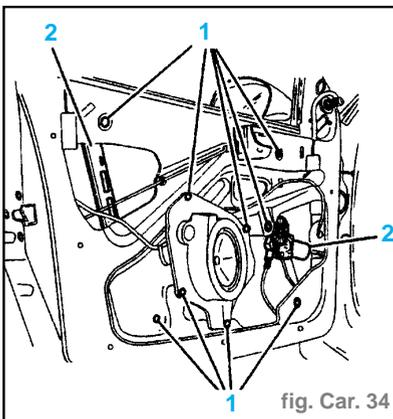

fig. Car. 34
- À l'aide d'une perceuse équipée d'un forêt $\varnothing 6,4$ mm, faire sauter les rivets (1) afin de libérer le mécanisme (2) (fig. Car. 34).